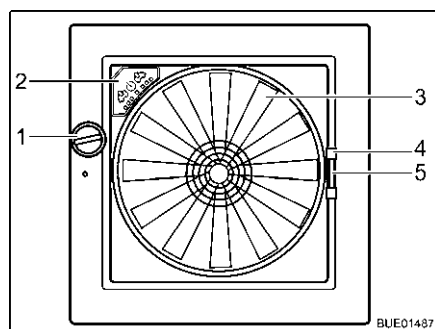

Fig. 94 Claraboya Omni-Vent
- Girar el botón giratorio (Fig. 94,1) hasta alcanzar el ángulo de apertura deseado.
- Girar el botón giratorio (Fig. 94,1) hasta que la claraboya esté completamente cerrada.
- Tirar del tirador (Fig. 94,4) de la protección contra insectos hacia el lado opuesto del marco.
- Comprimir el tirador (Fig. 94,5) del oscurecedor.
**Ventilador** Cuando la claraboya está abierta, el interior del vehículo se puede ventilar con el ventilador de 6 niveles (Fig. 94,3). El ventilador se maneja a través del cuadro de mando (Fig. 94,2).